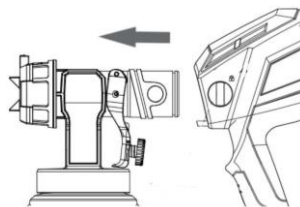

fig. 18
7. Reconnectez l'accessoire de pulvérisation du corps principal (fig. 18).